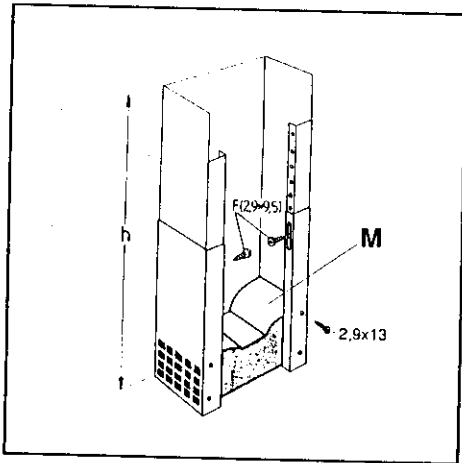

Fig. 9
- Effectuer les opérations du paragraphe précédent en veillant à fixer à l'intérieur de la cheminée, le convoyeur d'air 'M', à l'aide des vis fournies (Fig. 9).